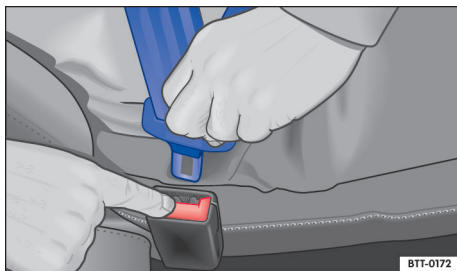

Fig. 33 Soltar a lingueta do cinto de segurança do fecho do cinto de segurança.
- Pressionar o botão vermelho no fecho do cinto de segurança → Fig. 33. A lingueta do cinto de segurança salta para fora.